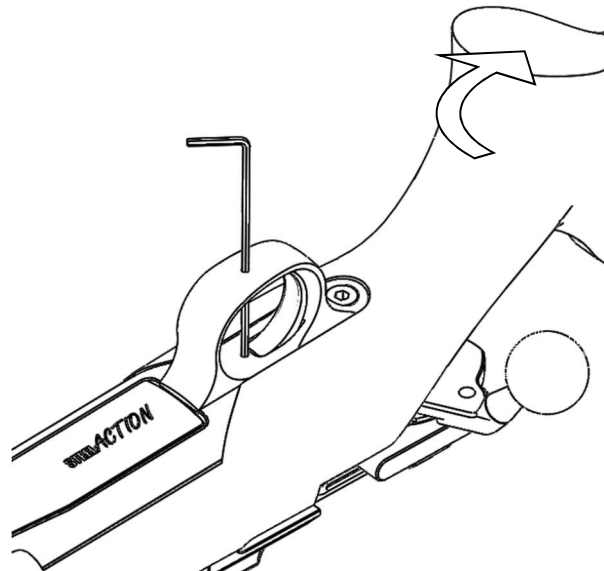

Bild 10
- 1) Kammer öffnen (Bild 10).
- 2) Der beigelegte 2 mm Inbusschlüssel durch die Bohrung im Abzugsbügel einfügen bis er sich mit dem Innensechskant der Einstellschraube verbindet (Bild 10).
- 3) Durch Drehen des Schlüssels (Bild 10) das gewünschte Abzugsgewicht einstellen: